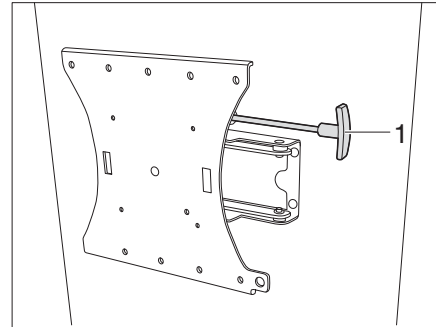

Bild 126 Halterung mit Gelenkarm (Variante 2)
- Hebel (Bild 126,1) ziehen um Flachbildschirm aus Arretierung zu lösen.
- Hebel (Bild 126,1) zur Arretierung wieder einschieben.